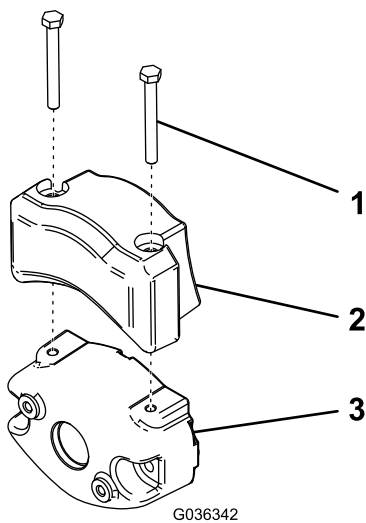

図 10
4. **図 10**のように、キャップスクリュー2本を使用して既存のカウンタウェイトに電動用ウェイトを取り付ける。